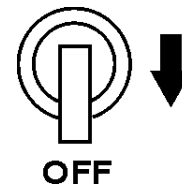

Figure 17. Disjoncteur GFCI (OFF)
4. **NE JAMAIS** démarrer le moteur avec le disjoncteur **GFCI** en position **ON**. Toujours placer le circuit du disjoncteur (Figure 17) en position **OFF** avant de démarrer le moteur.